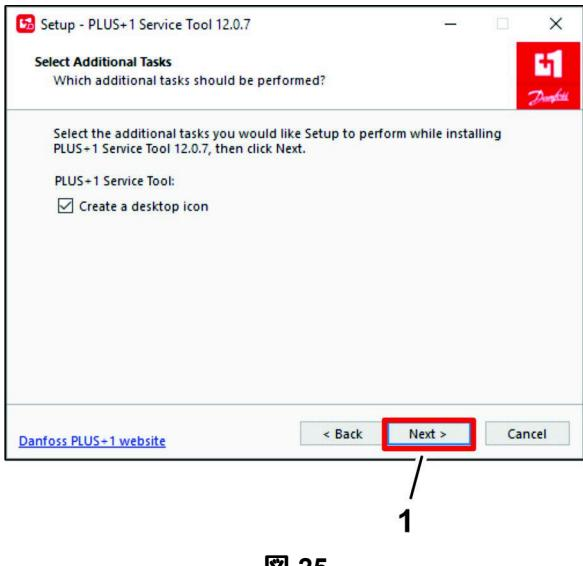

図 25
7. 追加タスクの選択ダイアログボックスで、次へボタン(図 25)をクリックする。